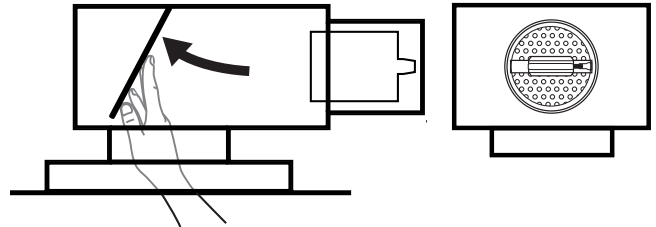

Bild 4. Fördelningsplåten fälls åt sidan vid rengöring.
- 5) Lossa trycklådans fördelningsplåt genom att vrida låsmekanismen på varje sida av plåten och därefter fälla den åt sidan, bort från spjällinsatsen, se bild 4.